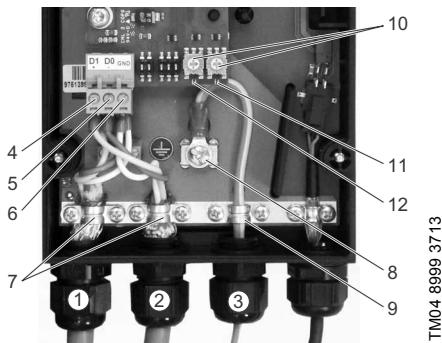

Fig. 4 Ligação de cabo
Em função da instalação de rede local, poderá haver um ou dois cabos ligados às ligações Modbus (fig. 4, pos. 1 e 2).
Consulte a fig. 4.
O endereço Modbus é definido através do menu da bomba DDA. Por este motivo, os interruptores rotativos (fig. 4, pos. 10) encontram-se desactivados de fábrica.
O LED (fig. 4, pos. 11) indica o estado da ligação GENibus.
O LED (fig. 4, pos. 12) indica o estado da ligação Modbus.